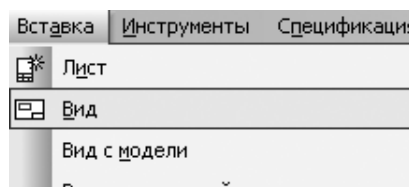

Рис.3.2. Меню Вставка.
- ♦ у Головному меню відкрити меню **Вставка** і вибрати функцію **Вид** (рис.3.2.);